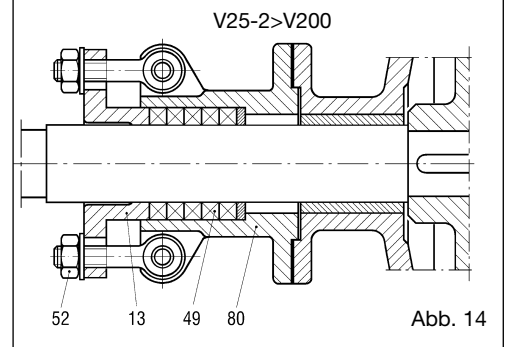

Abb. 14
- Die Abdeckung (80.6) abschrauben und die Stopfbüchse (80) befreien.
- Die Packungsringe (49) unter Anwendung eines Abziehers für Packungen oder eines Schraubenziehers entfernen und ersetzen, nachdem der Sitz sorgfältig gereinigt worden ist. Die neue Packung montieren, die als vollständige Konfektion geliefert wird. Falls eine zu konfektionierende Packung verwendet wird, mit Bezug auf die Achse der Packung mit einem 45°-Schnitt auf das Außenmaß der Welle schneiden.
11.7 Entfernung der Packungsdichtung Pumpen aus Guss von V25-2 bis V200 (Abb. 14)
- Die Muttern und die Schrauben (52) lösen und die Stopfbüchse (13) befreien.